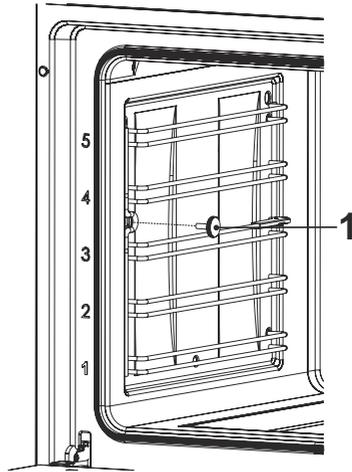

Рис. 27
3. Чтобы очистить решетку внутри духовки (Рис. 27), удалите зубчатый винт внутри духовки, повернув его против часовой стрелки.